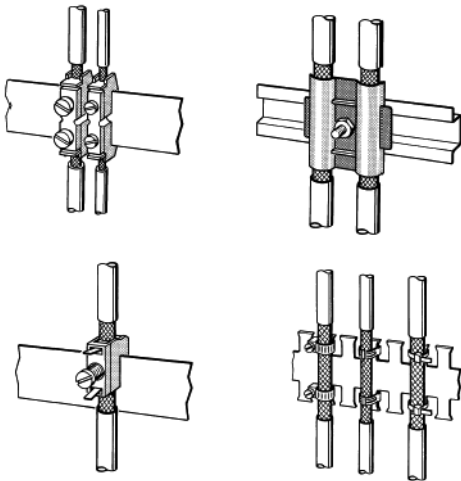

Fig. 14: Fixation des câbles blindés avec serre-câbles et colliers de serrage (représentation schématique)
- ▶ Les serre-câbles doivent entourer généreusement le blindage et garantir un bon contact (voir fig. 14).